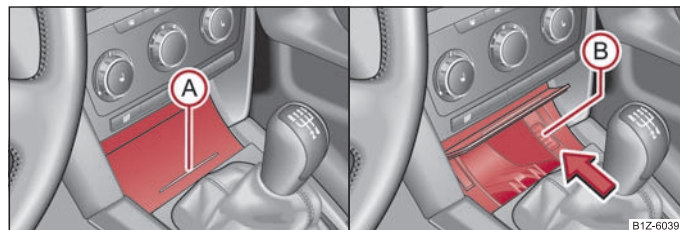

Fig. 68 Consola central: Cenicero/Extraer el suplemento del cenicero
- Presione la parte inferior de la tapa del cenicero, vea la posición (A) ⇒ fig. 68.